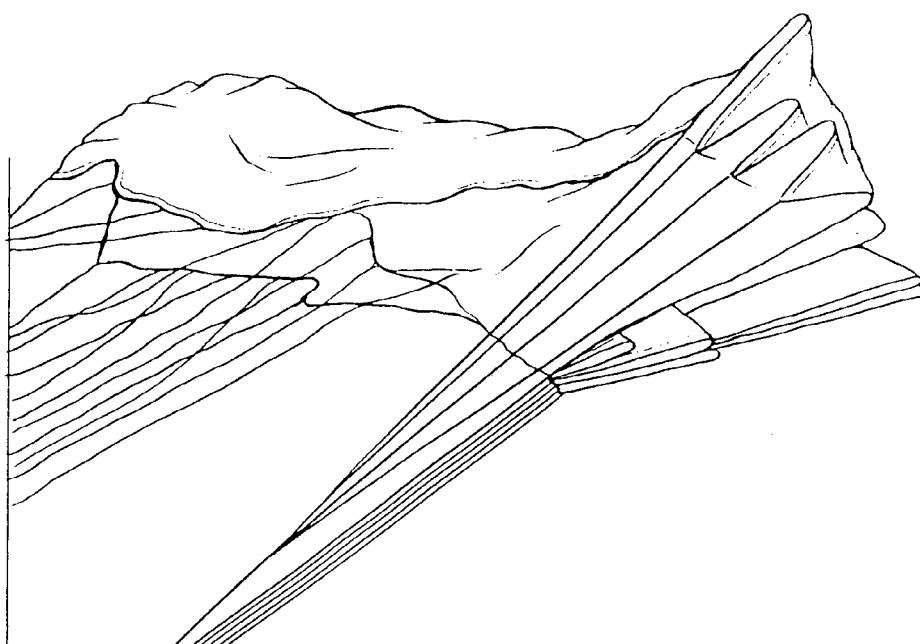

Рис. 20
4) взять задние полотнища купола между местами крепления лучей строп управления и натянуть лучи и полотнища между ними (рис. 20);